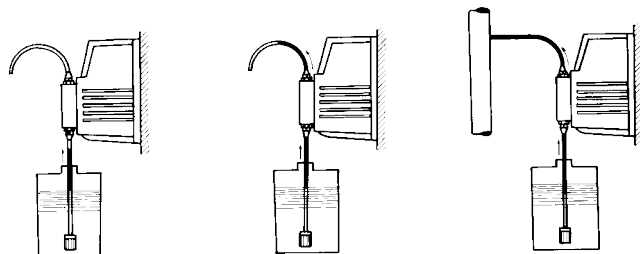

Fig. 9
❻ Sfilare le due capsule di protezione dai raccordi, inserire fino in fondo i tubetti sui relativi attacchi conici e bloccarli con le apposite ghiere di fissaggio (fig. 8). Nel caso in cui per qualsiasi motivo la pompa dovesse essere tolta dall'impianto, si consiglia di riutilizzare le capsule di protezione, onde evitare indebite fuoriuscite di liquido dal corpo pompa. Prima di fissare il tubetto di mandata all'impianto adescare la pompa dosatrice come da sequenza in fig. 9.
❻ Unscrew the two protection capsules from the tube connections insert the tubing on the conic fittings and lock them with the tube nuts (fig. 8). When the pump operations are stopped, to avoid leakage of the liquid still contained in the pump head, replace the two protection capsules (supplied with the pump) on the tube connection. Before installing the discharge tubing prime the metering pump as shown in fig. 9.